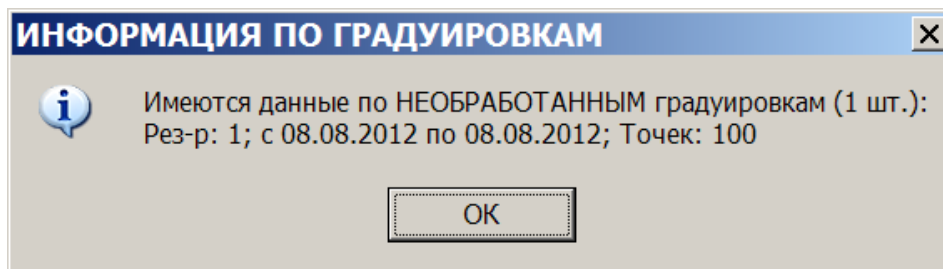

Рис.1
– После проведения процесса градуировки необходимо выполнить обмен с офисной программой КМАЗС-Офис. После обмена в окне «Настройка резервуаров для АЗС» появится сообщение «Имеются необработанные данные автотарировки» (рис.2). Щелкнув левой кнопкой на данном сообщении появится информация о номере резервуара, для которого была выполнена градуировка (рис.1).